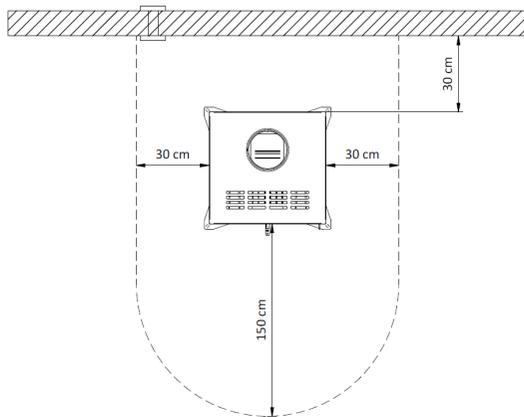

Figure 18 - Distances de sécurité minimales
* Aucun matériau combustible ne doit être utilisé à proximité des murs de la salamandre. Une distance de sécurité de 30 cm à l'arrière, 30 cm sur les côtés et 150 cm à l'avant doit être respectée, Figure 18;